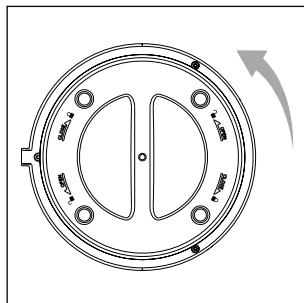

Fig. 3
3. Ruotare leggermente il coperchio dell'alloggiamento ❹ sul lato inferiore dell'apparecchio in senso antiorario in direzione **OPEN** ↗, al fine di aprirlo (vedere Fig. 3). Rimuovere quindi il coperchio dell'alloggiamento ❹ dall'apparecchio.